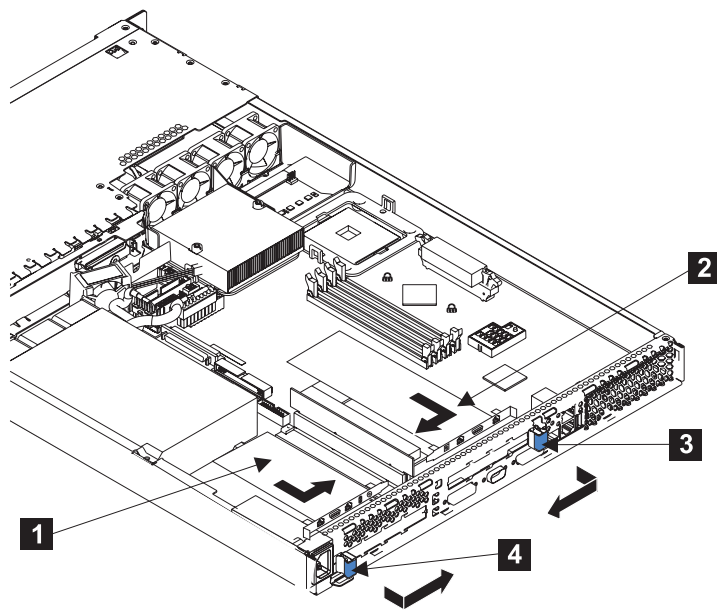

図 202. アダプターを取り付けた SAN ボリューム・コントローラー 2145-4F2
3. 拡張スロット・クリップ (623 ページの図 202 の **3** または **4**) をアダプターの方向に回転し、所定の位置に押し込みます。